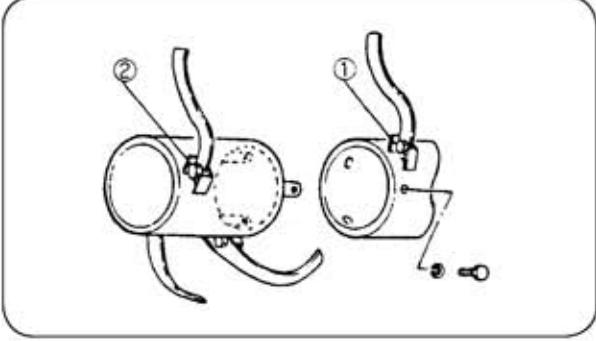

図 55
補助ドラムセット (図55、56)
①圃場条件の良い所では、能率を上げるために補助ドラムの取付けは図55のようにドラムの外側の刃受①と補助ドラムローターの外側刃受②とが横から見てほぼ重なるような位置にして3個のボルトで取付けてください。適当に締めてから回転させて芯振れを直してから確実に締付けます。